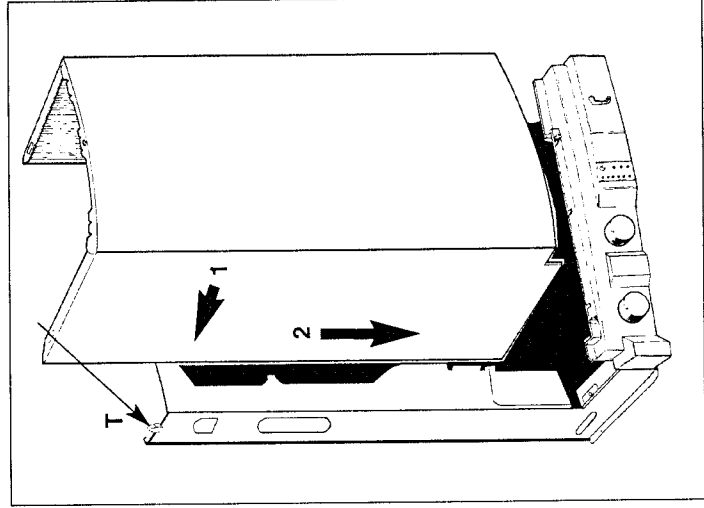

Fig. 20
- Présenter l'habillage (fig. 20) ;
Fig. 20 a